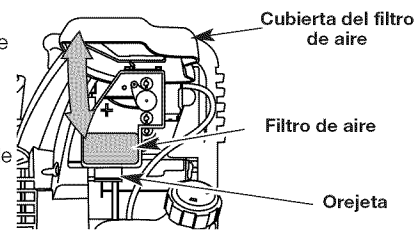

Fig. 24
1. Abra la tapa del filtro de aire. Empuje hacia adentro la lengüeta que está en lado inferior de la tapa. Después hale hacia afuera y arriba la tapa del filtro de aire. (Fig. 24).
2. Retire el filtro de aire (Fig. 24).
6. Vuelva a colocar el filtro (Fig. 24).
8. Gire la tapa hacia abajo hasta que la lengüeta de la placa posterior del filtro de aire se enganche en la ranura de la tapa del filtro de aire (Fig. 24).